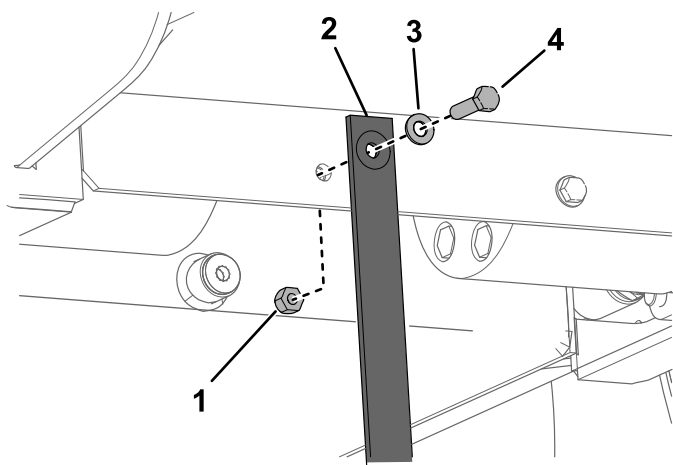

Figura 32
3. Substitua a fita de eletricidade estática por baixo da plataforma, como se mostra em Figura 32.